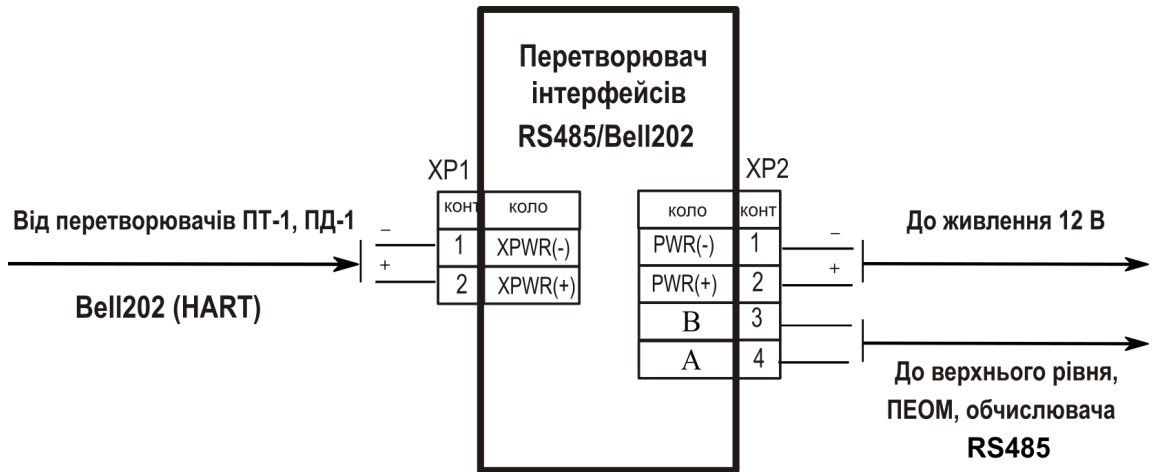
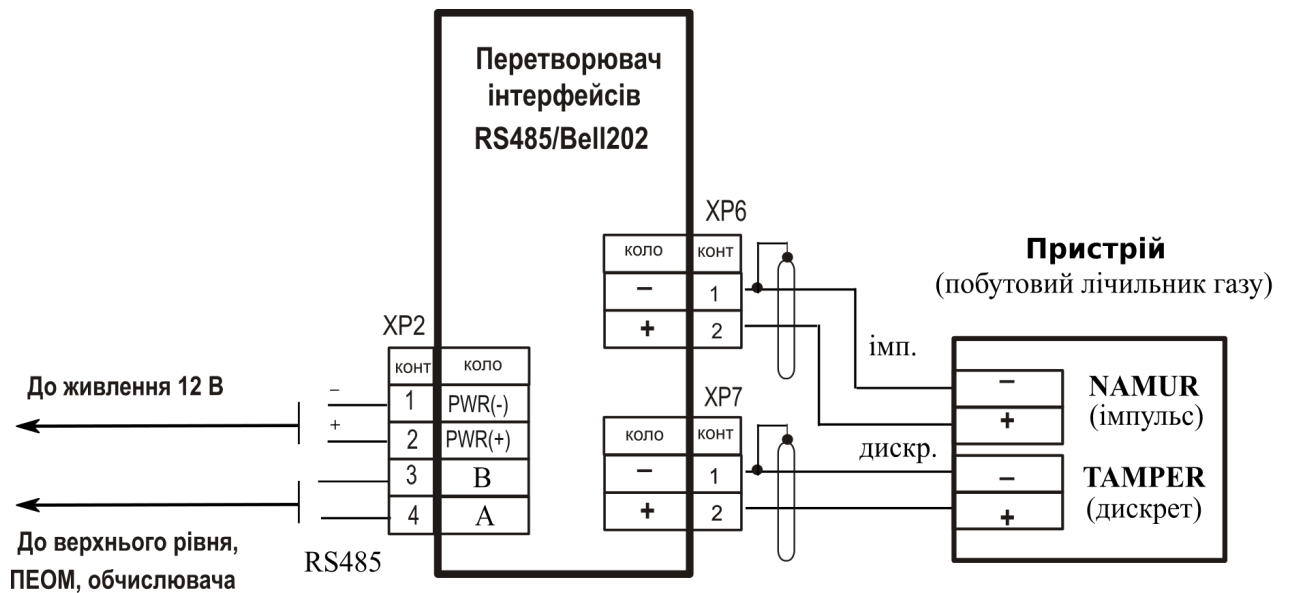

Рис.3. Схема зовнішніх підключень перетворювача інтерфейсів RS485/Bell202 виконання 1
Рис.4. Схема зовнішніх підключень перетворювача інтерфейсів RS485/Bell202 виконання 2 та виконання 3
4.6 Монтаж перетворювача необхідно проводити в відповідності зі схемою зовнішніх підключень, наведеної на Рис.3 – Рис.4.
5.3 Перевірити правильність підключення сполучних кабелів згідно зі схемами зовнішніх підключень, наведених на Рис. 3: